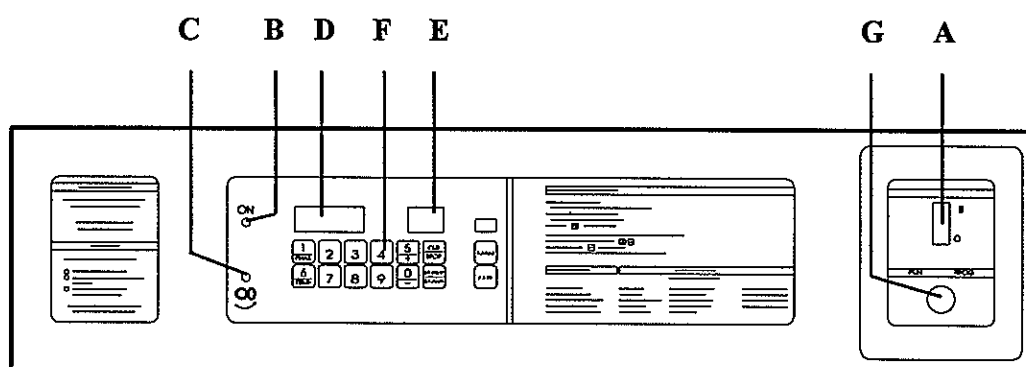

fig. 6
3.3. CONTROL DEVICES (fig. 6)
3.3. DISPOSITIVOS DE CONTROL Y MANDO (fig. 6)
3.3. DISPOSITIFS DE CONTRÔLE ET DE COMMANDE (fig. 6)